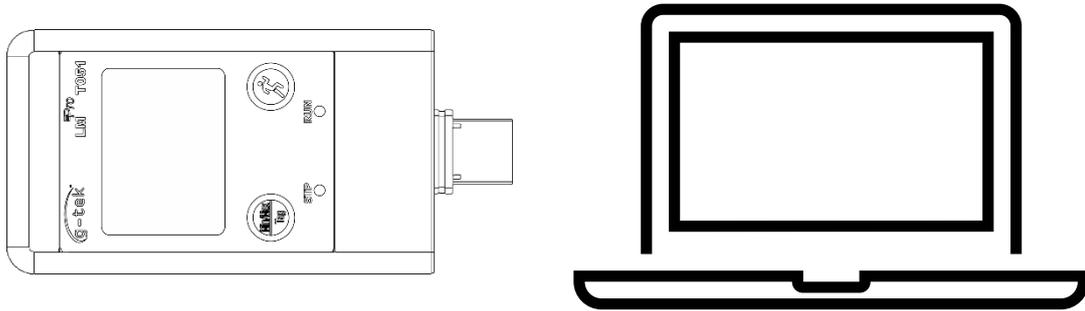

Figura 10 USB: una conexión
- Conecte el registrador de datos LM^{Pro} T051 con un PC con Windows a través del puerto USB, como se muestra en la figura 10.